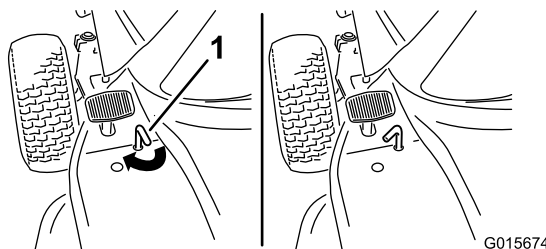

Figure 6
- Pour les machines équipées d'une poignée de frein de stationnement : Tournez la poignée du frein de stationnement (Figure 6) dans le sens horaire et relâchez progressivement la pédale de frein.